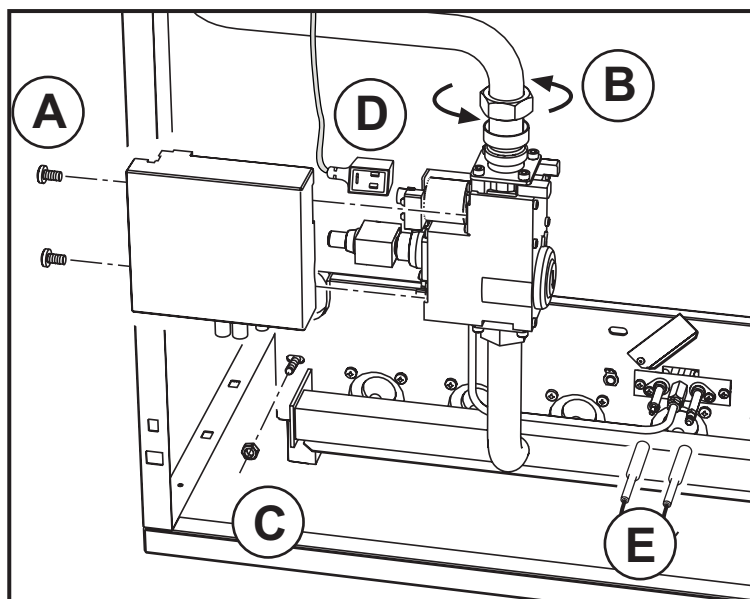
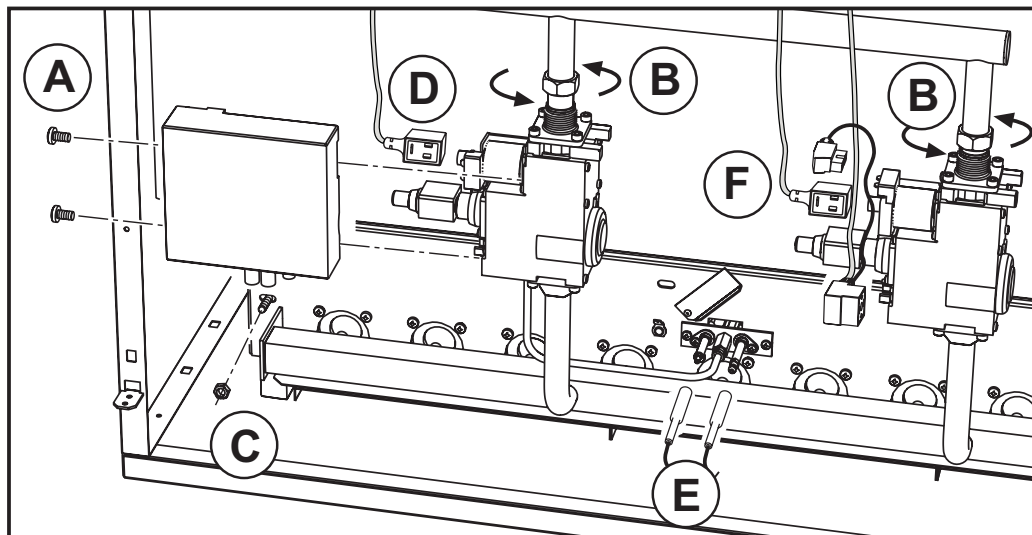

fig. 9 - Модели 67 - 77 - 87
fig. 10 - Модели 97 - 107
- Открутите два винта (A), которые удерживают электронный блок контроля пламени на газовом клапане (рис. 9 и 10), и снимите его с клапана. Открутите винт, крепящий разъем (D - рис. 9 и 10), и снимите его.
- В моделях GASTER N 97 и 107 AW, которые имеют 2 газовых клапана, необходимо раскрутить 2 винта, удерживающих 2 электрических разъема (F), запитывающих второй клапан, и снять их с клапана.
- Отвинтите гайку крепления трубы подвода газа на входе в газовый клапан (рис. 9). В моделях 97 и 107 открутите 2 гайки (рис. 10).
- Отвинтите две гайки крепления дверцы камеры сгорания к чугунным элементам корпуса котла (рис. 9 и 10).